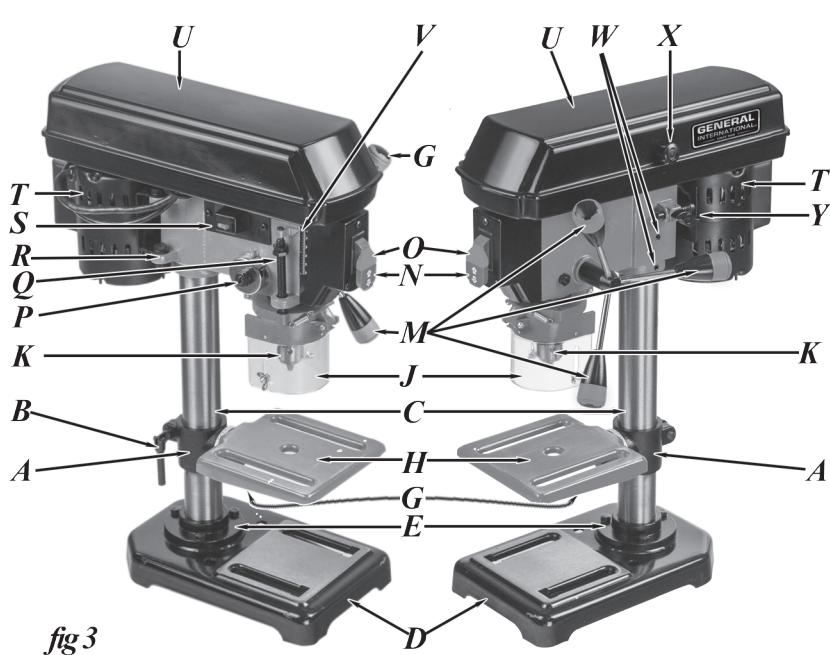

fig.3
- À l'aide d'une clé hexagonale de 4 mm (Allen), fixer l'ensemble de la tête en place par serrant la tête verrouiller les vis de réglage (de W, fig 3) sur le côté droit de la tête.
12. Installez une M5 x 12 vis à tête cylindrique à l'intérieur de la couverture poulie à travers le trou et fixer la poignée (X, fig 3) de l'extérieur.
13. Fixer le garde du mandrin (J, fig 3) à la partie inférieure exposée du tube de fourreau. Ne pas trop serrer.
1. Repérez l'interrupteur du laser (T, fig 3) sur le côté gauche de la tête.
2. Pour déplacer la courroie, desserrez le bouton de verrouillage de la tension de la courroie (Y, fig 3) sur le coté droit de l'ensemble de tête, et à faire pivoter le moteur vers l'avant de sorte de réduire la distance entre poulie moteur et l'arbre de poulie.
6. Insérez la mèche dans le mandrin (K, fig 3) assez loin pour obtenir un maximum prise des mâchoires du mandrin. Assurez-vous que la mèche est centrée dans le mandrin.
11. La profondeur de forage peut être contrôlée en observant l'indicateur et l'échelle de profondeur (V de la fig 3), sur le côté gauche de la tête de la perceuse, ou il peut être réglée très précisément en utilisant les écrous de butée de profondeur sur la jauge (Q, fig 3).